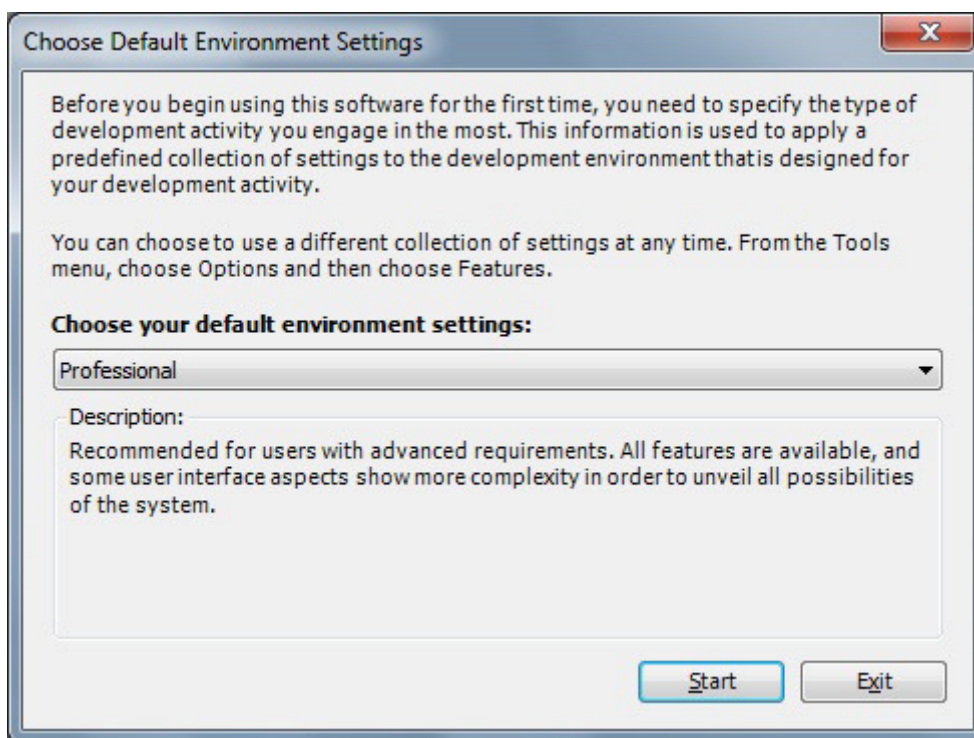

Рисунок 2.14 – Выбор параметров среды по умолчанию
**ВАЖНО!** Во время первого запуска системы разработки *CoDeSys* появляется окно, в котором предлагается выбрать параметры среды по умолчанию (*Choose your default environment settings*). Необходимо выбрать **профессиональный** профиль (*Professional*) (рисунок 2.14), так как он является наиболее универсальным и обладает возможностями, которые недоступны стандартному профилю. После выбора нажать кнопку «*Start*».